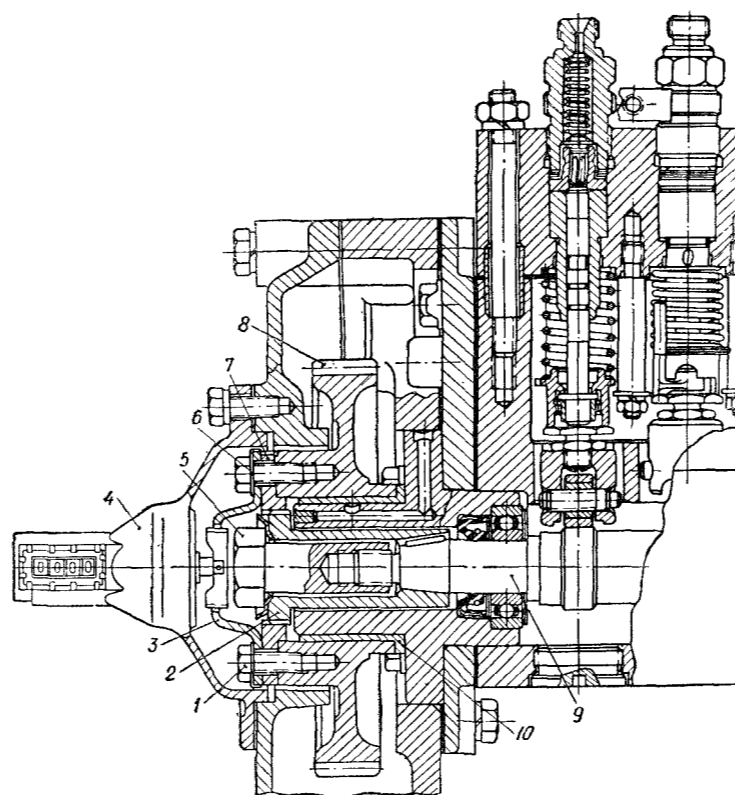

Рис. 21. Установка топливного насоса:
- 2) устанавливают шлицевую втулку на насосе так, чтобы ее шлицы совпали со шлицами фланца на шестерне; фланец и втулка имеет по одному пропущенному шлицу, что позволяет соединять их только в определенном положении (рис. 21);
Если угол начала подачи топлива будет отличаться от требуемого, нужно изменить положение шлицевого фланца относительно шестерни. Для этого нужно отогнуть концы замковых шайб *б* (рис. 21) и вывинтить два болта *л*. Если надо уменьшить угол начала подачи топлива, то есть получить более поздний впрыск, необходимо повернуть фланец против часовой стрелки. Если надо увеличить угол начала подачи топлива, то есть получить более ранний впрыск, то фланец поворачивают по часовой стрелке. Если фланец повернуть до совпадения следующего отверстия с ближайшим отверстием в ступице шестерни, то угол изменится на  $3^{\circ}$  поворота коленчатого вала.
На крышке картера распределительных шестерен справа (если смотреть на двигатель спереди) установлен счетчик моточасов СЧ-103 (рис. 21).